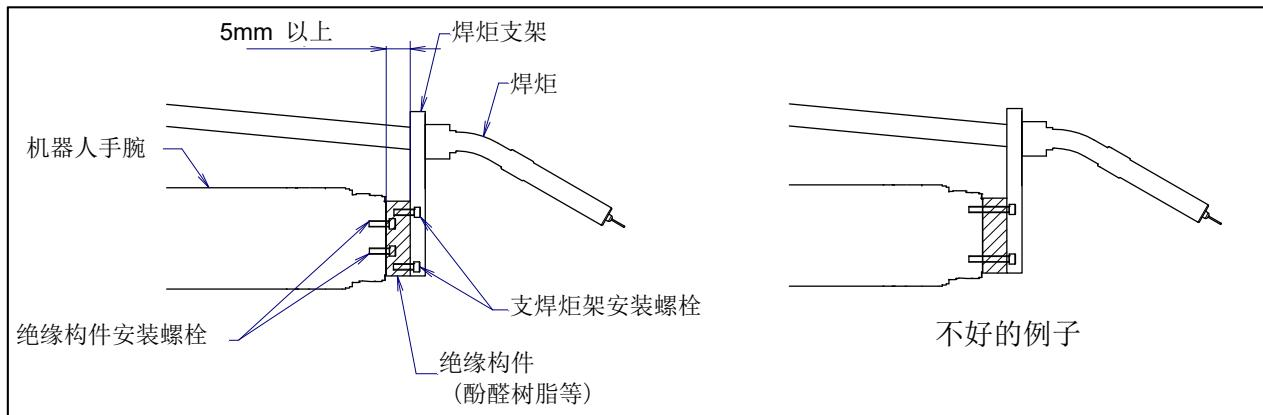

图 D.1 (a) 手腕的绝缘
- 应在末端执行器安装面进行切实的绝缘设计。对于夹在末端执行器安装面和焊炬支架之间的绝缘构件，焊炬支架与绝缘构件之间的紧固螺栓和绝缘构件与机器人手腕之间的紧固螺栓不能共用，请勿一起紧固。（参照图 D.1 (a)）